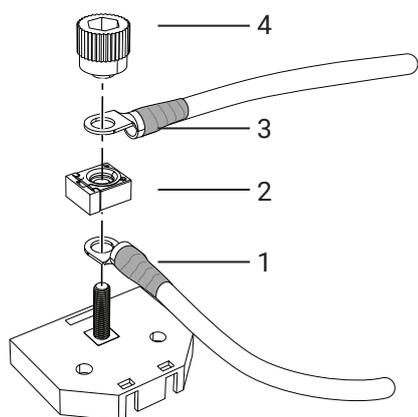
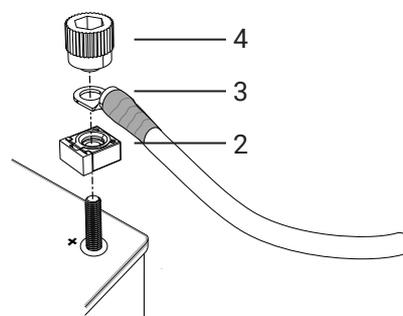

Figura 65. Conexión a la caja de fusibles
Figura 66. Conexión al terminal positivo de la batería
3. Cuando utilice la caja de fusibles, conectar el cable (1) al terminal positivo de la batería y a la caja de fusibles y colocar el fusible (2) en la parte superior, véase Figura 65.
4. Cuando se conecte directamente al terminal positivo de la batería, colocar el fusible (2) en el terminal positivo, véase Figura 66.
5. Conectar el cable de alimentación principal (3) a la caja de fusibles/al terminal positivo, véase Figura 65 - Figura 66.
6. Apretar las conexiones de cables y el fusible con la perilla (4). Los cables se colocan a 90° o 180° entre sí. El fusible se monta con el ángulo correcto orientado hacia los cables, véase Figura 65 - Figura 66.